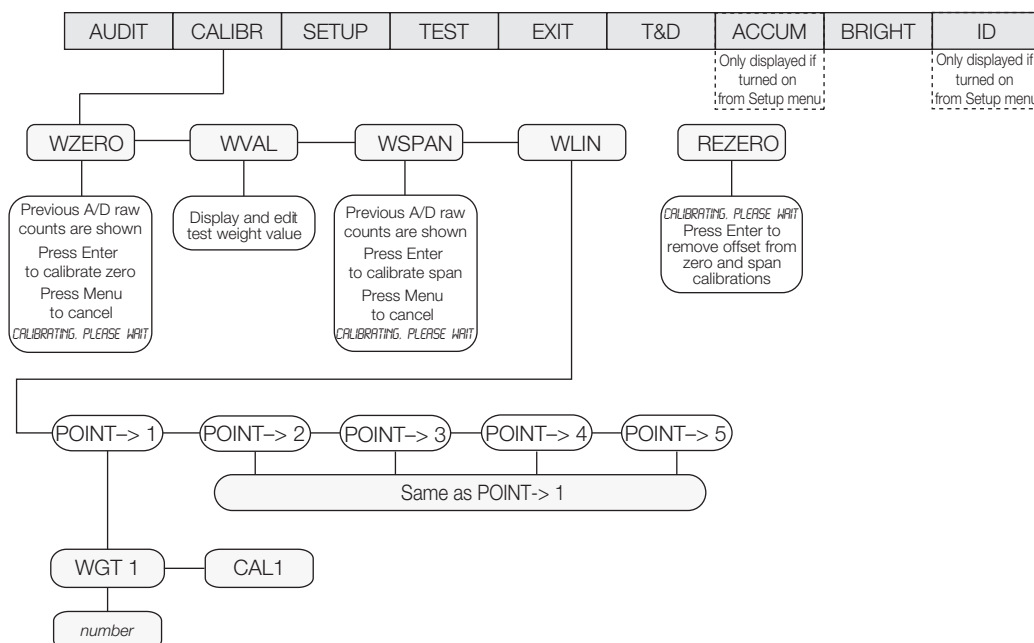

Figura 4-1. Menu Calibração (CALIBR)
A calibração pode ser realizada em dois lugares dentro do menu: o manu **CALIBR** mostrado na Figura 4-1 e o submenu **BALANÇA** mostrado na Figura 3-5 na página 11. O menu **CALIBR** é uma calibração de “acesso rápido”; para configuração e calibração mais profunda da balança, utilize os menus encontrados sob **SETUP»CONFIG»BALANÇA**.
1. Pressione o botão **MENU**, então pressione **▷** até o display ler **CALIBR** (veja Figura 4-1).